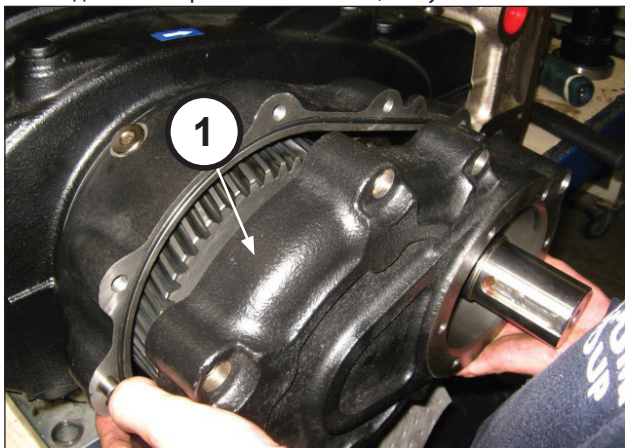
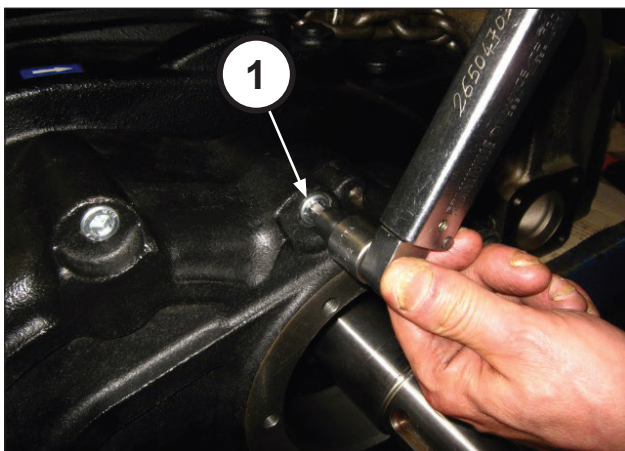

Рис. 78
Рис. 79
Установите крышку редуктора (поз. ①, Рис. 78) и закрепите ее 10 винтами М10х50 (поз. ①, Рис. 79). Откалибруйте винты динамометрическим ключом, как указано в главе 3.